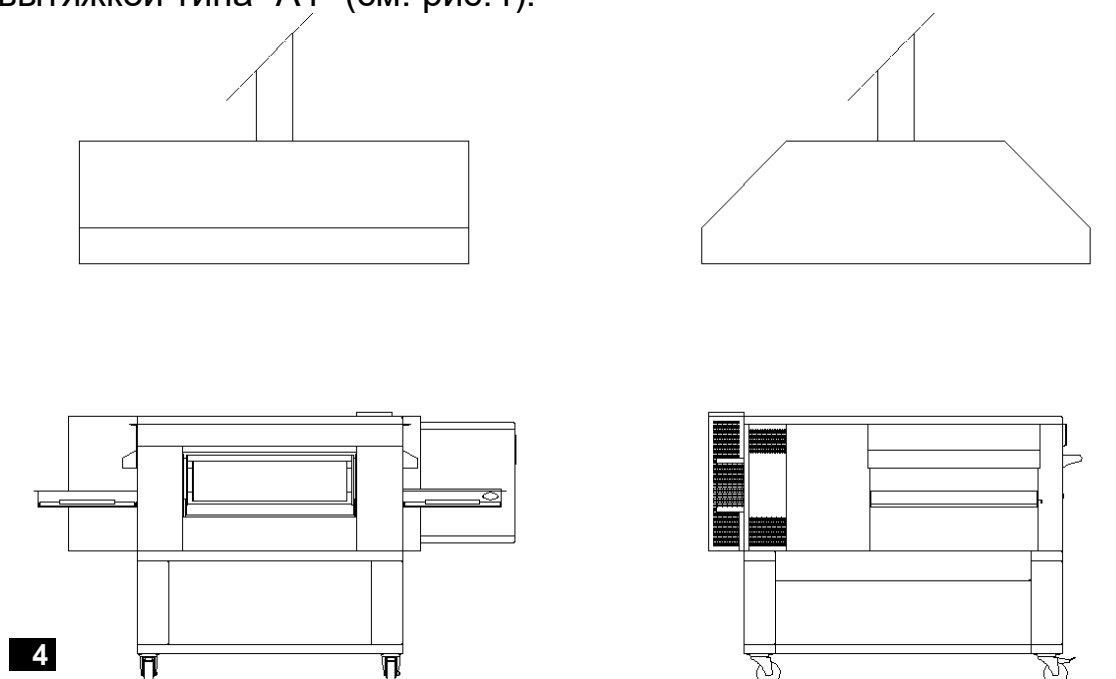

Рис. 4 Пример рекомендуемого монтажа
Нужного проветривания можно добиться естественным путем или путем установки системы принудительной аэрации, в зависимости от норм, действующих в стране, где производится установка, для печей с вытяжкой типа "А1" (см. рис.4).
Затем нажать клавишу Вкл./откл. (рис. 4) для сброса системы.
1) Выбрать номер программы для настройки (рис. 4).
Переход программирования на установку величины "МИНУТЫ" (рис.4).